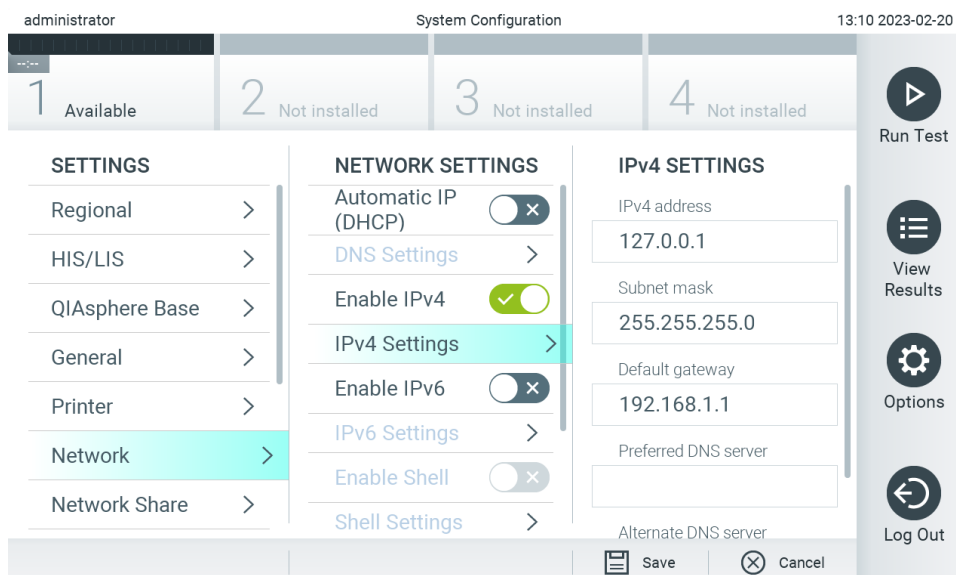

Figura 67. Configurarea setărilor de rețea.
2. Selectați **Network** (Rețea) din lista Settings (Setări) din coloana din stânga (Figura 67).